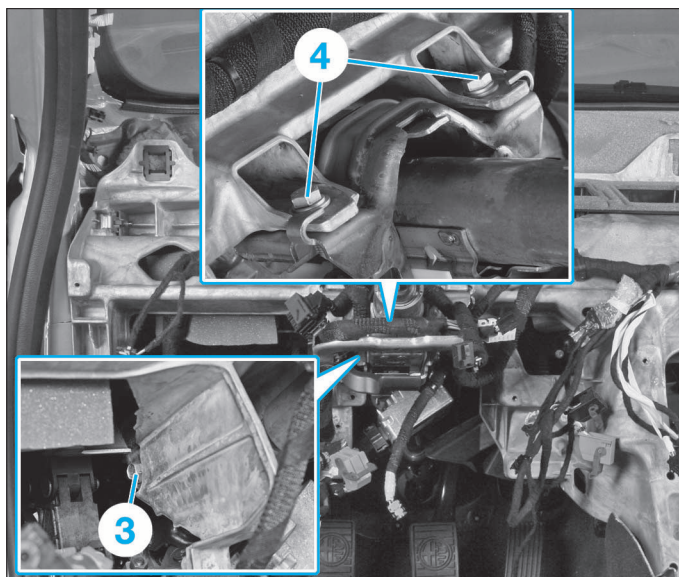

FIG. 3
- Déposer la vis de fixation (3) de la colonne de direction sur la planche de bord (Fig.3).
- Déposer les deux vis de fixation (4) de la colonne de direction sur la planche de bord.